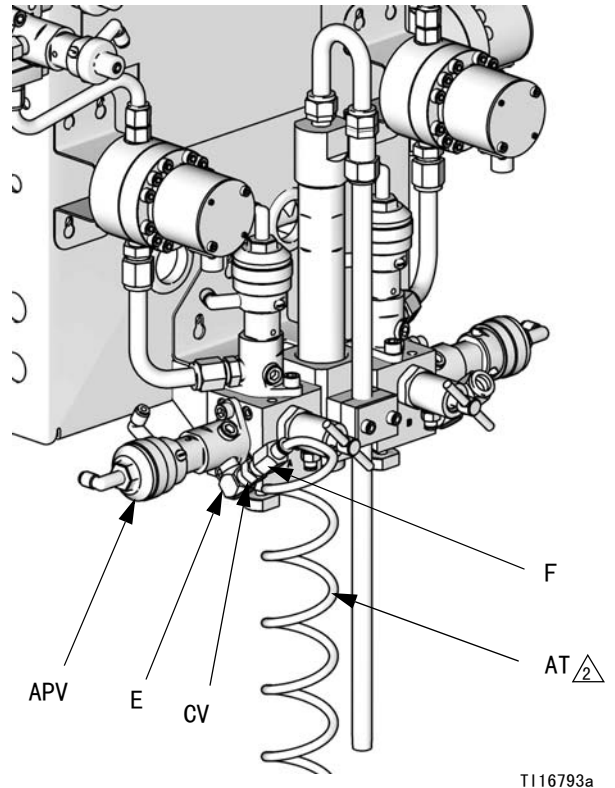

图 5. 清洗供气管和止回阀
5. 参见图 5。将提供的弯管 (E)、止回阀 (CV) 和管接头 (F) 安装在空气清洗阀 (APV) 入口中。使用 25 英尺 (7.6 米)，1/4 英寸 (6 毫米) OD 清洗空气管道 (AT, 已提供)，将清洁、干燥供气管路连接至空气清洗阀入口的接头 (F) 中。根据需要安装过滤器 / 干燥器。